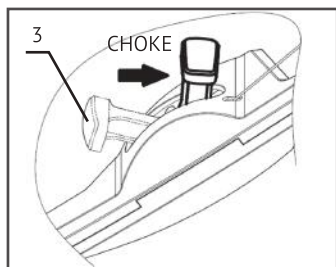

Рис.14
- Установить рычаг регулировки воздушной заслонки (3) в позицию CHOKE. Рис. 14. Для моделей L 4610S / L 4610SE перевести регулировку оборотов двигателя в позицию старт / заяц (🐰).